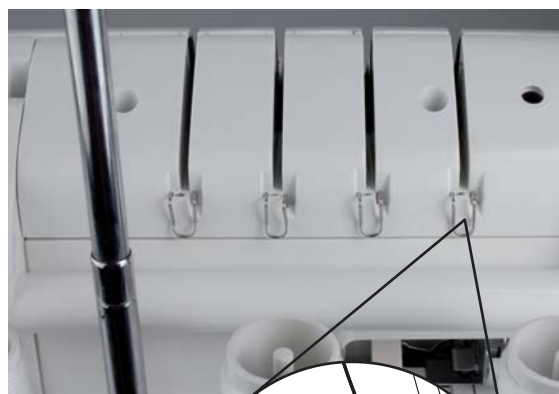

Fig. 30
2. Enfilez le fil dans le guide-fil en tirant le fil vers le bas jusqu'à ce qu'il glisse sous le guide-fil (2) (Fig. 30).